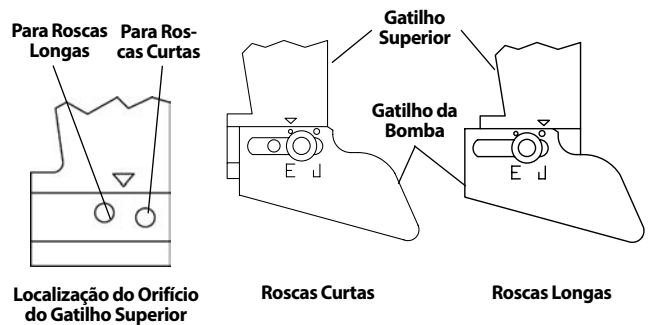

Figura 18 – Ajustar Comprimento da Rosca
2. Para roscas curtas, mude o gatilho inferior no sentido da broca da máquina. Para roscas longas, desloque-o para longe da broca (consulte Figura 18 – definições de fábrica mostradas). Roscas longas são tipicamente preferidas no Leste e roscas curtas no resto da Europa. Configure conforme pretendido.